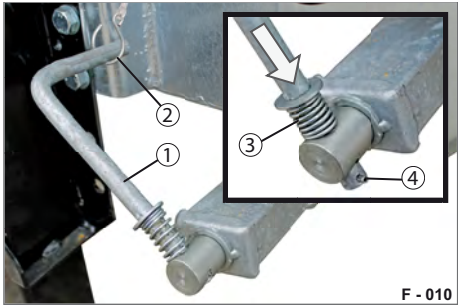
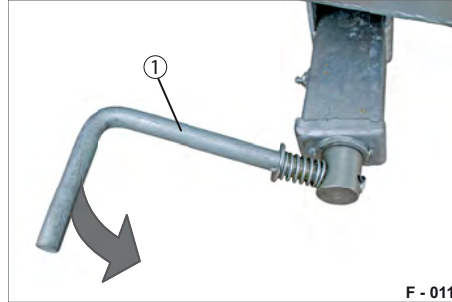

Abb. 14 Spindel-Feststellbremse gesichert
Abb. 15 Spindel-Feststellbremse lösen
- ▶ Drücken Sie die Kurbel (Abb. 14/1) gegen die Druckfeder (Abb. 14/3).
- ▶ Drehen Sie die Kurbel (Abb. 14/1) gleichzeitig um, so dass der Stift (Abb. 14/4) einrastet. Kurbel zeigt zum Fahrgestell.
- ▶ Stülpen Sie den Haken des Sicherungsseils (Abb. 14/2) über die Kurbel. Die Spindel-Feststellbremse ist gegen unbefugtes Lösen gesichert.
- ▶ Lösen Sie den Haken (Abb. 14/2) von der Kurbel (Abb. 15/1).
- ▶ Drehen Sie den Kurbel (Abb. 14/1) um.